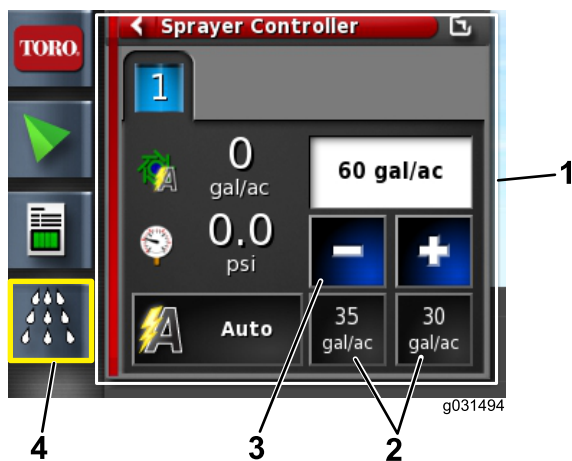

Figura 42
4. Se a taxa não estiver correta, altere a taxa com os ícones de Taxas predefinidas, pressione os ícones de Diminuir ou Aumentar para, de forma incremental, alterar a taxa ou selecione o campo da taxa atual e introduza a taxa de aplicação com o teclado numérico (Figura 42 e Figura 43).